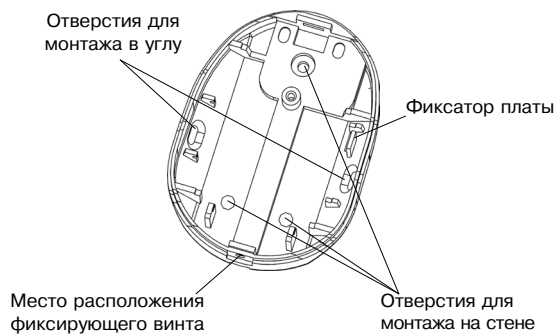

Рисунок 2 — Основание извещателя
- снимите печатную плату, отжав удерживающий ее фиксатор (см. рисунок 2);
- просверлите в основании корпуса отверстия (см. рисунок 2), которые будут использоваться для крепления извещателя;